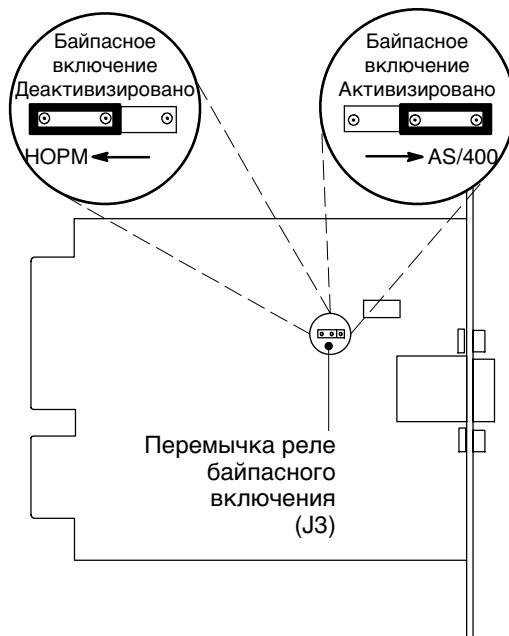

Рисунок 22. Перемычка реле байпасного включения
2. Сдвиньте перемычку J3 в положение AS/400, чтобы активизировать реле байпасного включения (см. Рисунок 22).